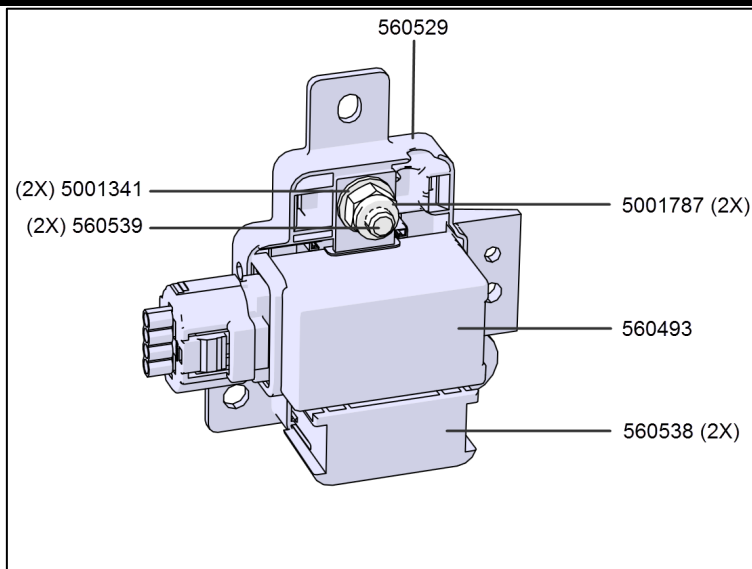

FIGURE 10:RELAIS ASSEMBLÉ
11. Installer la penture **382169** sur les trous libres prévus à cet effet avec des rivets **504340** (4).
13. Placer la tige sur la penture. (Figure 10).
16. Fixer avec des vis **509827** (Figure 10)